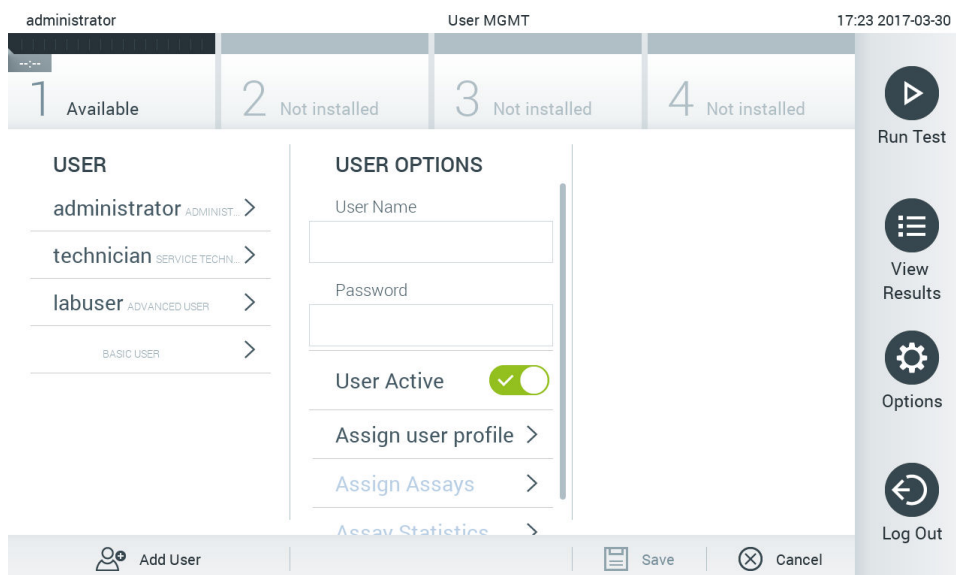

Рис. 64. Додавання нового користувача.
1. Натисніть кнопку **Options** (Параметри), а потім **User Management** (Керування користувачами), щоб налаштувати користувачів. Екран **User Management** (Керування користувачами) з'являється в області вмісту дисплея (рис. 64).